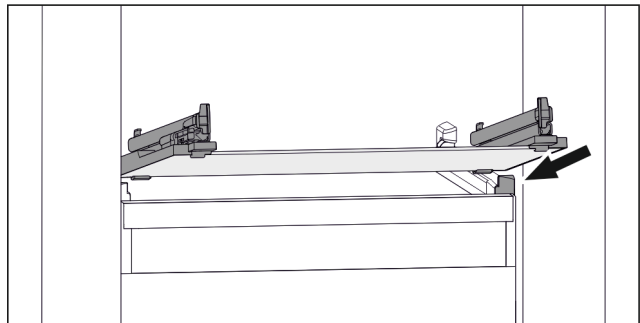

Fig. 140 Приблизне відображення скляної пластини
- ▶ Встановити скляну пластину за стопорами навкосою. (див. Fig. 140)